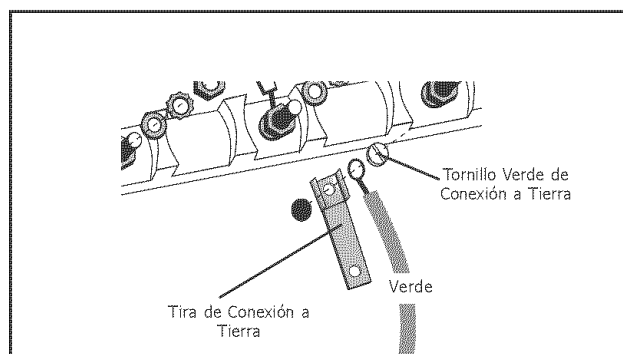

Figura 9
5. Quite la tira de toma a tierra del poste central, gire (de modo que el extremo ancho quede arriba) y enderece. Fije el extremo ancho a la estufa a través del agujero abajo de la caja de conexiones. Fije el cable verde en la parte superior de la tira de toma a tierra. Apriete el tornillo (Vea Figura 9).